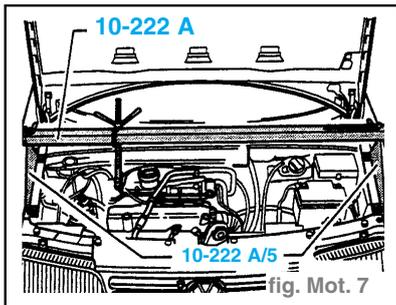

fig. Mot. 7
- Mettre en place le dispositif de maintien **10-222A** avec les pieds **10-222 A/5**. (fig. Mot. 7)